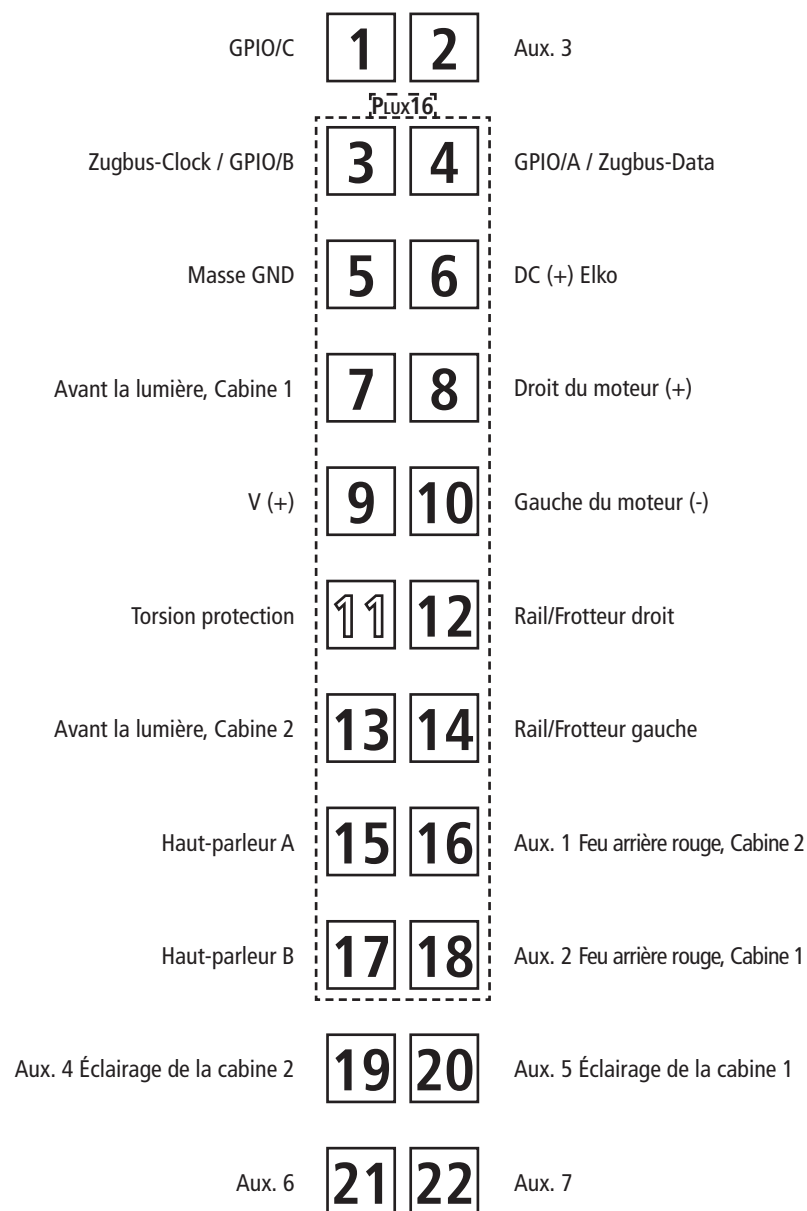

Fig. 5
**2. Graissage:** N'appliquez **qu'une toute petite goutte** aux endroits indiqués par le plan de graissage (fig. 5) après avoir démonté la caisse de la locomotive (fig. 3). Nous vous recommandons **le graisseur à huile Roco réf. 10906**. Pour graisser les engrenages (roues dentées, vis sans fin) nous vous conseillons la **graisse spéciale Roco réf. 10905** pour engrenages en matières synthétiques. Lorsque vous utilisez cette graisse il faut éviter d'huiler ces composants.